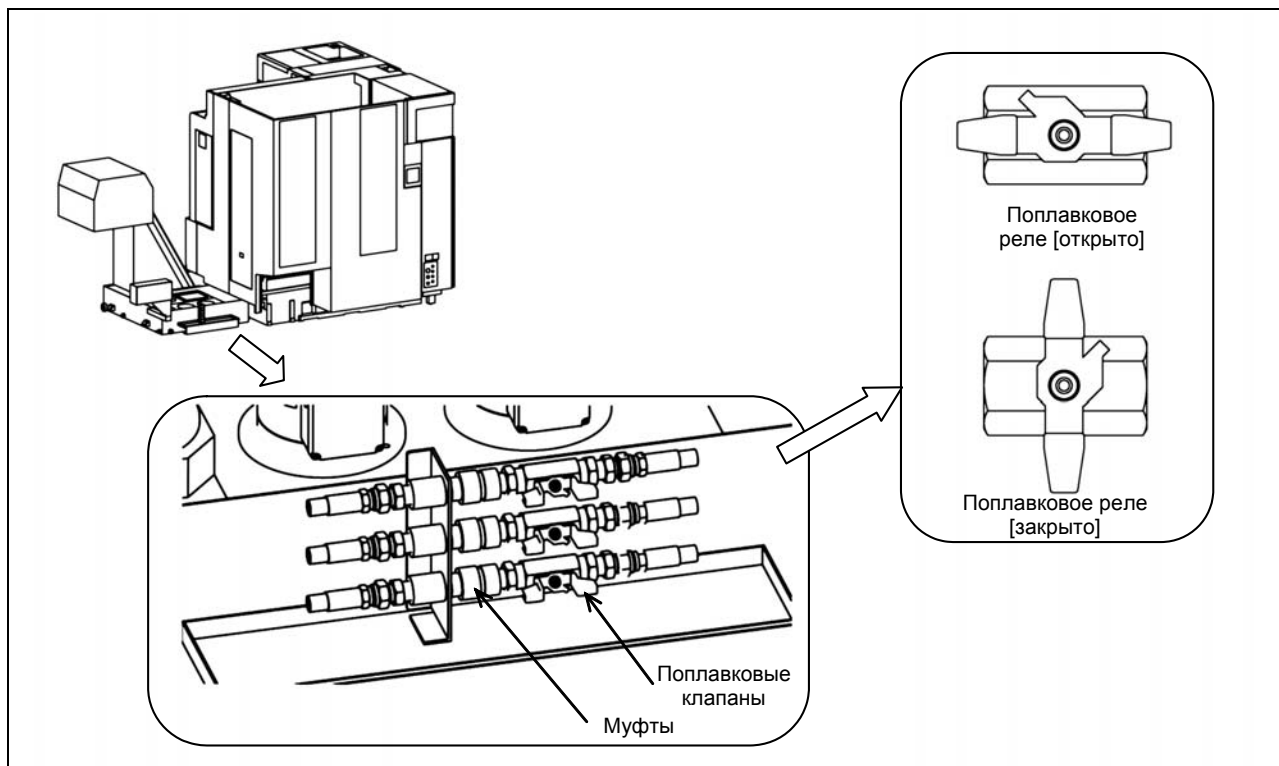

Рис. 4-42
- (1) Закрыть поплавковый клапан снаружи бачка для СОЖ, отсоединить муфты, а затем трубки от бачка для СОЖ. (рис. 4-42)
- (8) Подсоединить муфты, а затем трубки к бачку для СОЖ. (рис. 4-42)